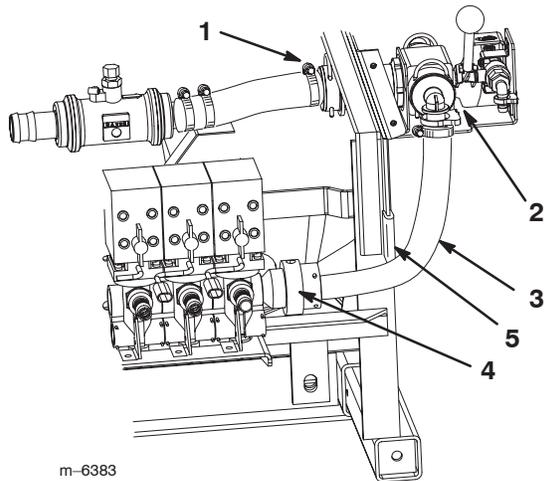

Figure 14
3. Connectez le raccord, que vous avez monté dans le flexible d'alimentation de rampe, à l'ensemble distributeur de commande et fixez-le avec le dispositif de retenue retiré précédemment (Fig. 14).
10. Connectez le raccord du grand flexible sur l'ensemble distributeur au raccord situé à droite des soupapes d'alimentation de la rampe (Fig. 14).
11. Débranchez le grand flexible du distributeur et examinez l'intérieur du distributeur (Fig. 14). Vous devriez y voir une ouverture remontant vers le haut dans le clapet à bille. Si tel n'est pas le cas, tournez la bille jusqu'à ce que l'ouverture soit parfaitement visible et remonte vers le haut.
12. Connectez le grand flexible au distributeur de commande (Fig. 14).
13. Placez la garniture en caoutchouc sur le bord du châssis pour protéger le flexible (Fig. 14).